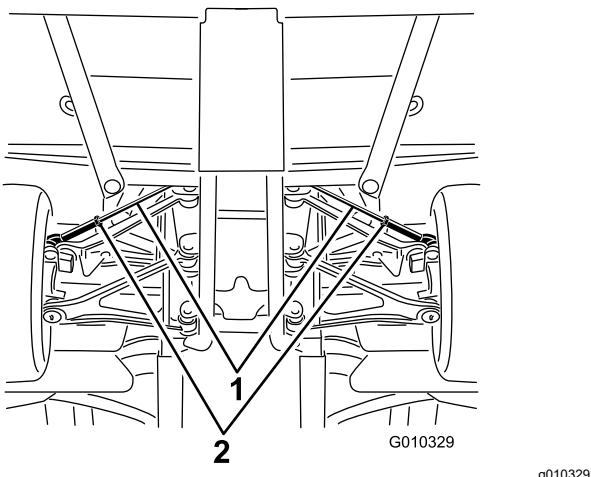

Figura 58
- A. Allentate il controdado al centro del tirante (Figura 58).